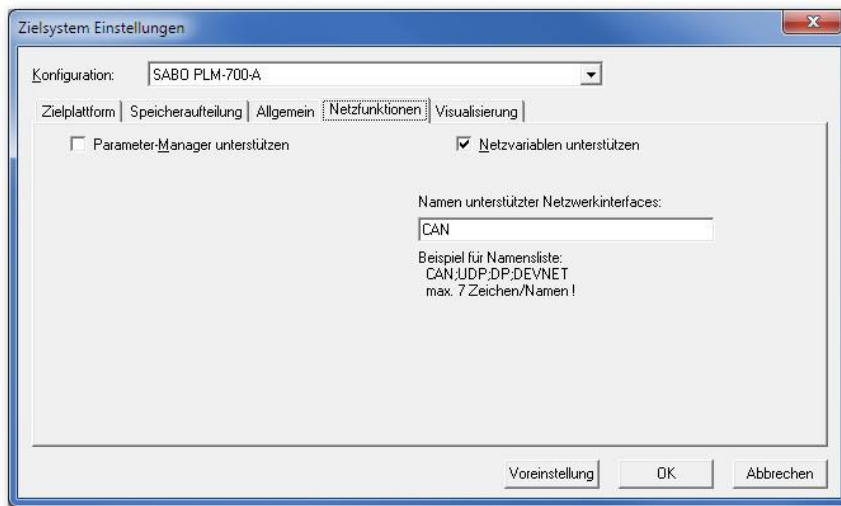

Abb. 4-5: Zielsystem Einstellungen – Netzfunktionen
- Unter *Zielsystem Einstellungen* – *Netzfunktionen* ist *Netzvariablen unterstützen* einzuschalten und anschließend bei *Namen unterstützter Netzwerkinterfaces* CAN einzugeben (Abb. 4-5).